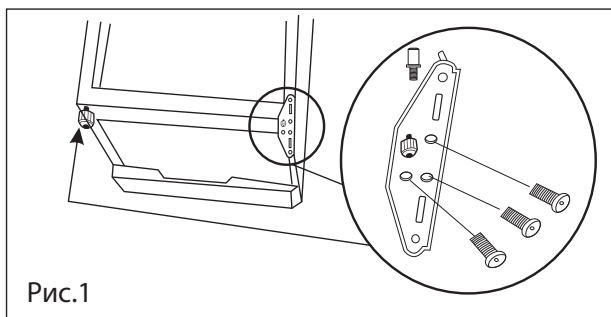

Рис.1
1. Чтобы получить доступ к нижнему узлу петли, отклоните морозильник назад (Рис.1)